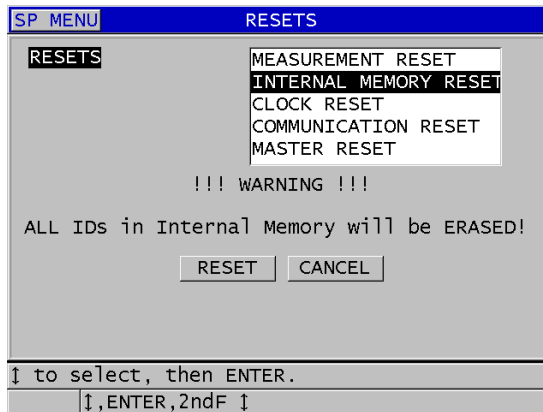

図 11-22 測定をリセットするときの警告メッセージ
3. リセット画面で、以下の操作を行います (210 ページの図 11-22 参照)。